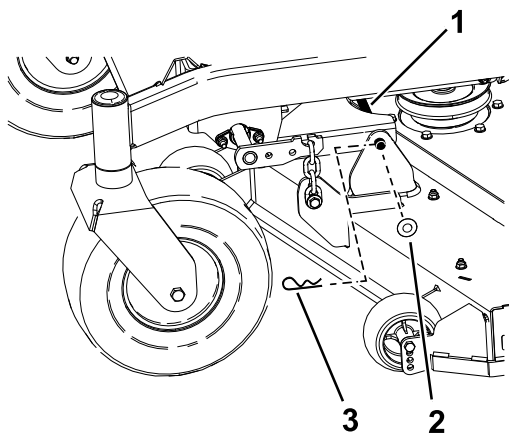

Figure 67
5. Retirez la goupille fendue et la rondelle qui fixent la barre de liaison au cadre et au tablier, et enlevez la barre de liaison (Figure 67).
9. Fixez la barre de liaison avec les goupilles fendues et les rondelles retirées précédemment (Figure 67).